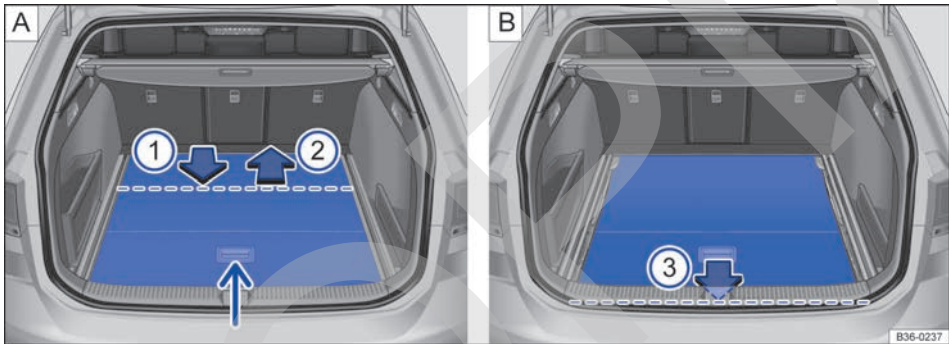

Fig. 190 En el maletero: colocar el piso del maletero en una posición más baja.
- Levante el piso del maletero por el asidero → fig. 190 A (flecha pequeña) e inclínelo.
- Tire del piso en el sentido de la flecha → fig. 190 A ① por encima del umbral de carga hasta aprox. la línea de rayas. Al hacerlo, la parte delantera del piso del maletero deberá inclinarse hacia abajo.
- Desplace el piso en el sentido de la flecha → fig. 190 A ② hasta el tope. El piso se encuentra ahora en la posición más baja.
- Tire del piso en el sentido de la flecha → fig. 190 B ③ hasta topar con el umbral de carga.